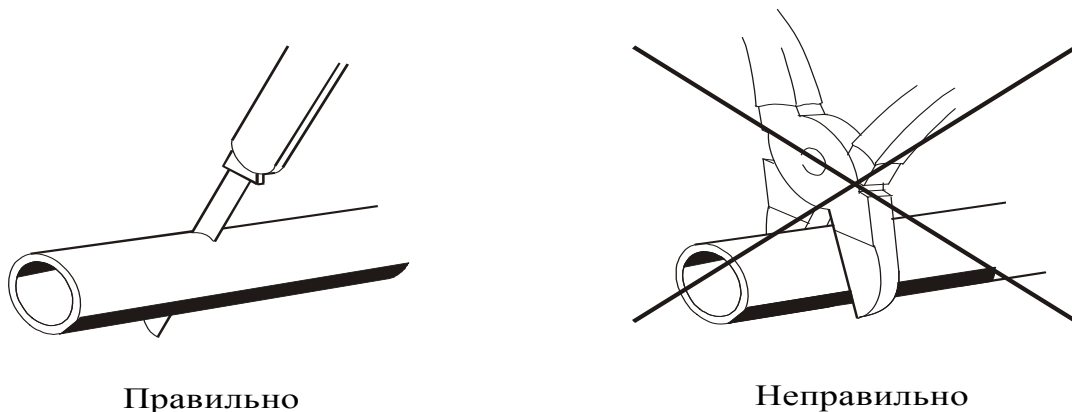

Рис. 8 - Отрезка трубопровода перед установкой.
При монтаже топливопровода перегибы соединительных муфт не допускаются. При монтажных работах отрезку топливопровода производить только острым ножом согласно рис. 8. На местах среза не допускаются сужение проходного сечения топливопровода, вмятины и заусенцы.
- 2 Установка тройников и топливных насосов не по рис. 8 приведет к отказу или нестабильной работе нагревателя